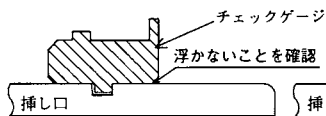

図66 溝深さの確認
(4) 加工完了後、所定の寸法になっているかを専用のチェックゲージ、およびメジャーを用いて下記の方法にて必ず確認する。
- ① チェックゲージ(図66)を加工後の溝に入れて、挿し口全周にわたって浮かないことを確認する。チェックゲージが浮いた場合、溝が浅いので、再度溝切り加工を行う。